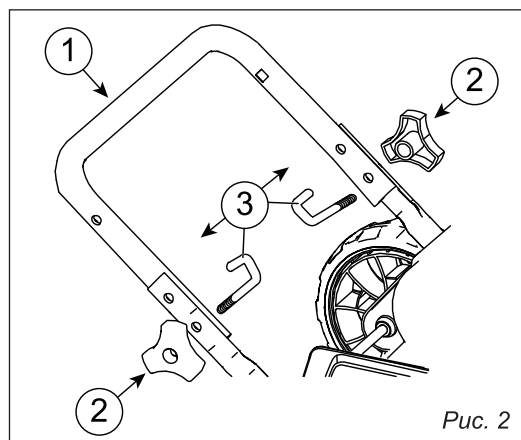

Рис. 2
7.1. Монтаж нижней части ручки (рис. 2)